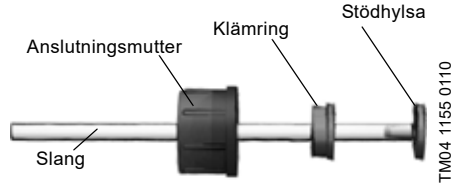

Fig. 8 Anslutning för hydraulik
2. För in stödhylsan helt i slangen, se fig. 8.